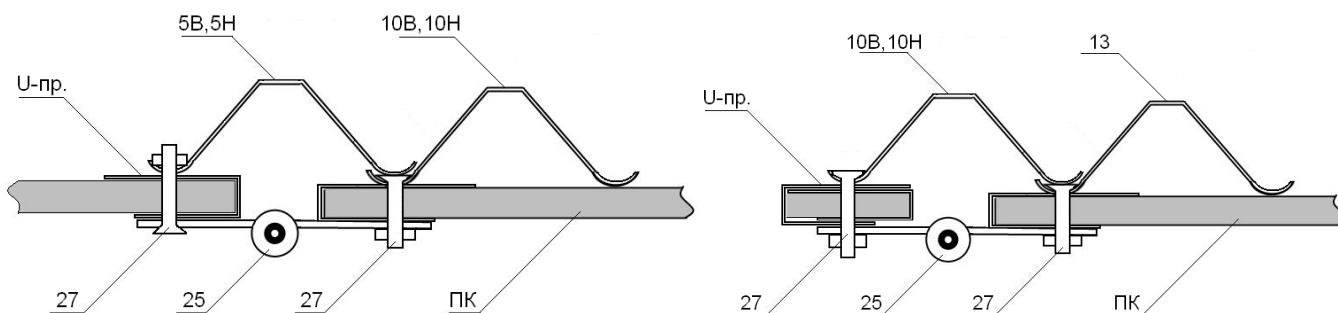

Рис.13 Установка петель двери и форточки
3.9.1. Просверлите отверстия в покрытии в местах крепления петель. Закрепите петли № 25 сверху покрытия на форточке и на двери (винт м4х14). (См. рис. 13).